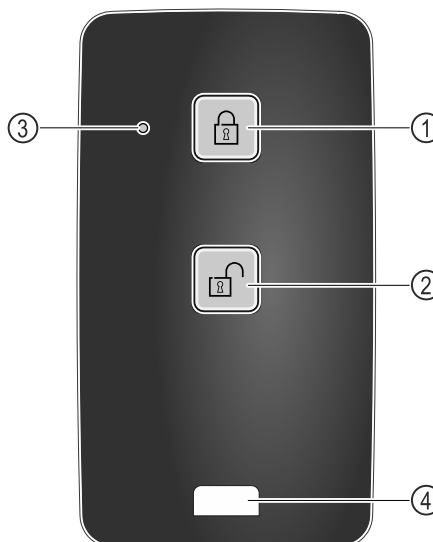

Fig. 147
- (1) Lås låset
- (2) Lås upp låset
- (3) Status-LED
- (4) Fästögla
- Tryck på knappen Fig. 147 (1) på fjärrkontrollen.
- Tryck på knappen Fig. 147 (2) på fjärrkontrollen.
- Status-LED:n Fig. 147 (3) blinkar för att bekräfta att knappen tryckts in.
- Ögla Fig. 147 (4) för att sätta fast fjärrkontrollen, t.ex. på en nyckelknippa.